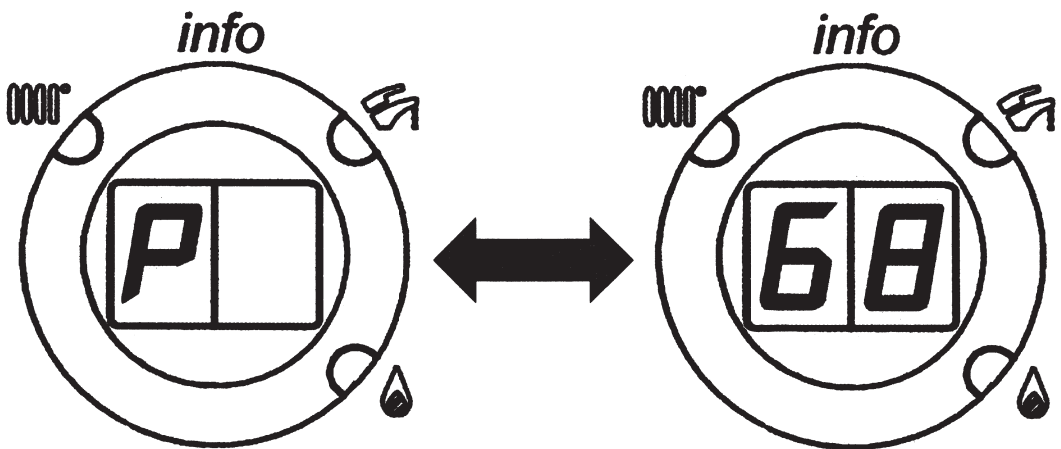

Fig. 29
**Note: In “calibration mode”, the display alternates between the message “P” and the boiler output temperature about every 5 seconds (figure 29).**
**Remarque : lorsque la fonction “tarage” est lancée, l'afficheur visualise le message “P” suivi, par intervalles de 5 secondes, de la valeur de la température de départ de la chaudière (figure 29).**